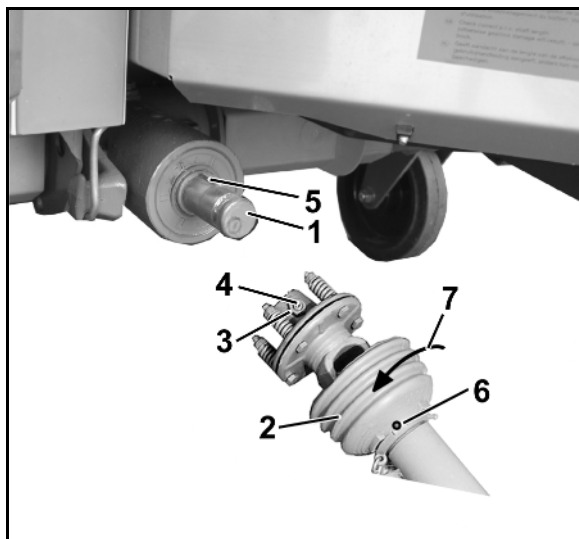

Fig. 36
2. Curățați arborele de intrare al transmisiei (Fig. 36/1).
4. Desfaceți șurubul opritor (Fig. 36/6).
5. Rotiți pâlnia de protecție (Fig. 36/2) în poziție de montaj (Fig. 36/7).
7. Desfaceți contrapiulița (Fig. 36/3) din furca de racord de pe cuplajul de fricțiune (până când știftul filetat nu mai iese peste contrapiuliță), deșurubați știftul filetat cu hexagon interior (Fig. 36/4) și verificați dacă furca de racord se poate mișca ușor pe arborele transmisiei.
Aveți în vedere acoperirea completă a arcurilor de ajustare (Fig. 36/5)!
9. Asigurați arborele cardanic împotriva deplasării axiale. În acest sens, strângeți știftul filetat cu cheia Inbus și contrați-l cu piulița (Fig. 36/3).
2. Desfaceți contrapiulița (Fig. 36/3) din furca de racord de la cuplajul de fricțiune.
Deșurubați știftul filetat (Fig. 36/4).